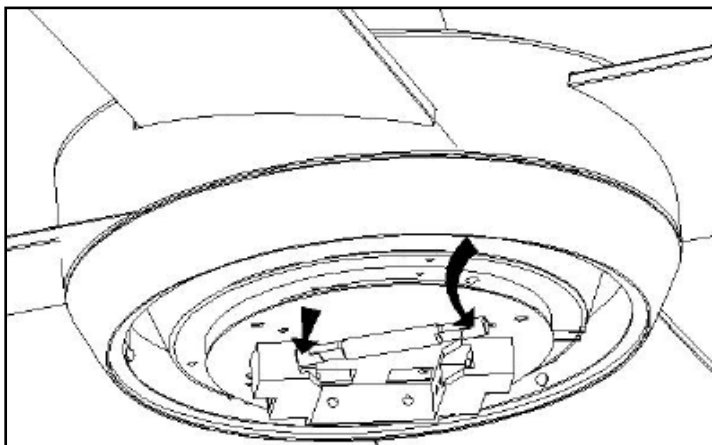

Fig. 11
- Insérer la lampe halogène linéaire au touret. Fig 11.